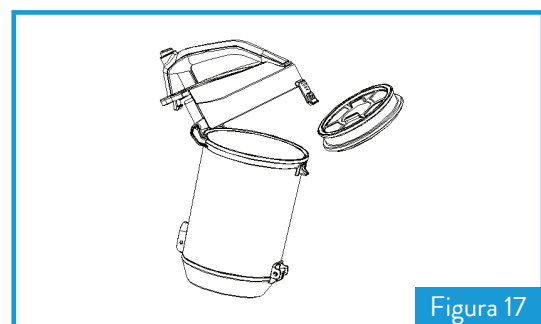

Figura 17
6. Quite la tapa del filtro de alto rendimiento, de acuerdo con la figura 17.